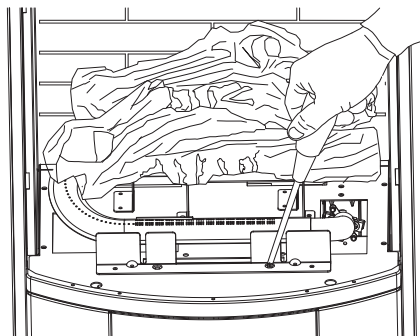

Figura 13 - Extracción de los tornillos del panel de control
14. Retire los 2 tornillos que sujetan el panel de control. Extraiga el panel de control sin tener que desconectar el cable de encendido (consulte la figura 13).
18. Vuelva a colocar el panel de control con dos tornillos que retiró en el paso 14 (consulte la figura 13).